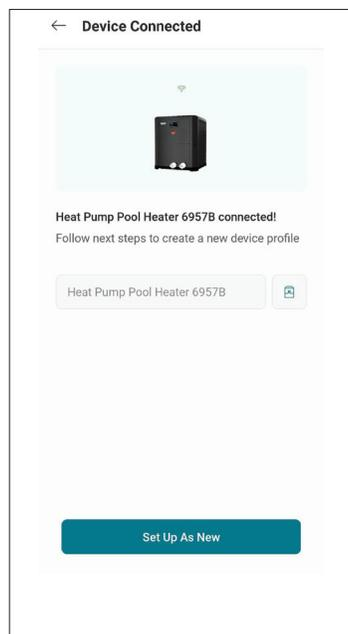

Figure 104. Nommer votre appareil
10. Votre appareil est maintenant connecté au Wi-Fi. Vous pouvez modifier le nom de votre appareil ici. Voir Figure 104.